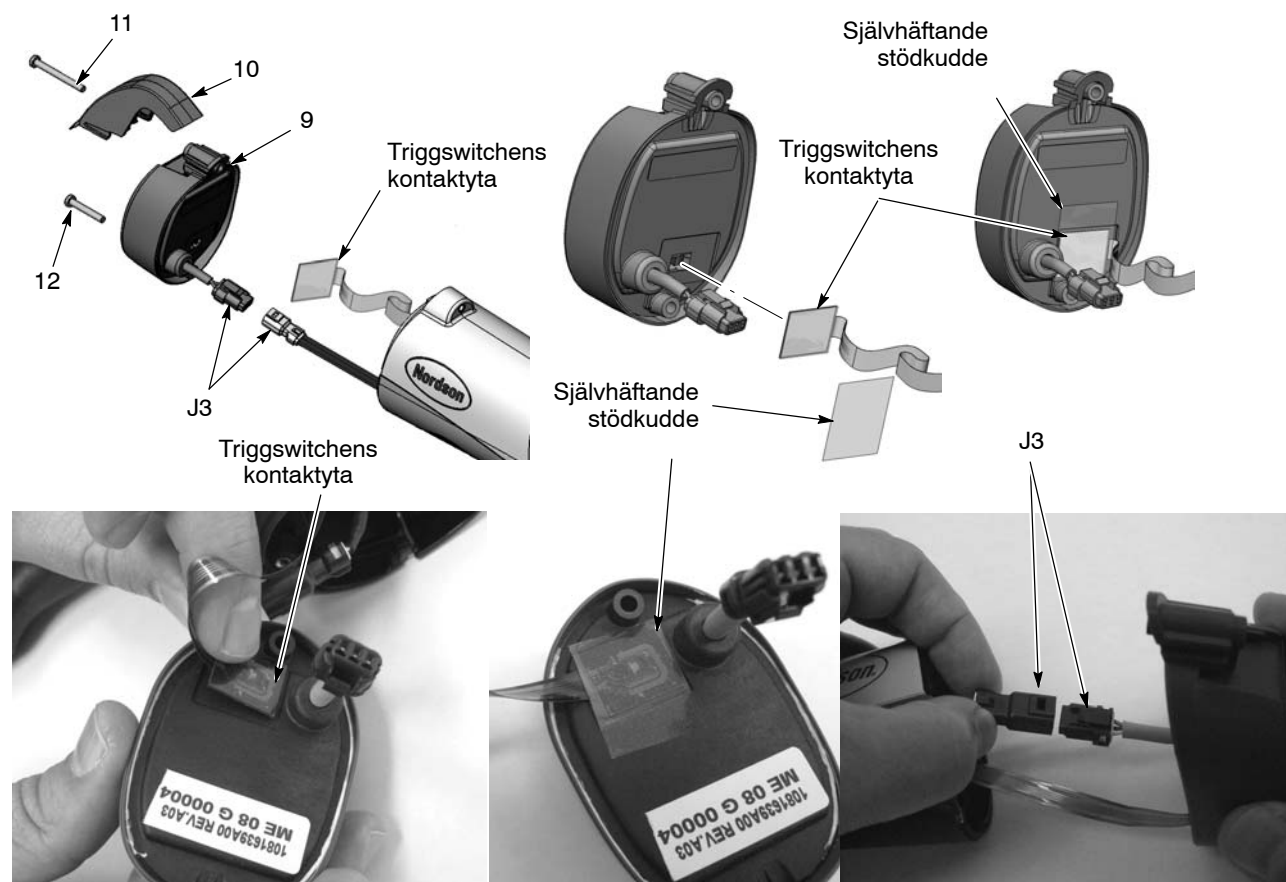

Bild 5-1 Byte av displaymodul
1. Se bild 5-1. Tag av displaymodulen så som beskrivs vid *Byte av displaymodul*.